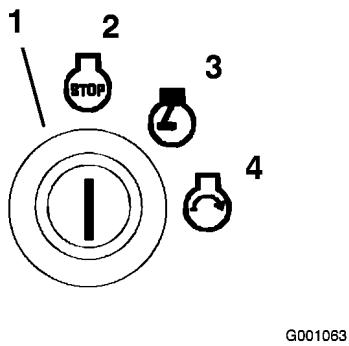

Figura 14
2. Gire la llave de contacto en el sentido de las agujas del reloj a la posición marcha (Figura 14). Se encenderá el indicador de la bujía.
4. Gire la llave de contacto a la posición Desconectado (Figura 14). Espere a que se detengan todas las piezas en movimiento antes de abandonar el puesto del operador.